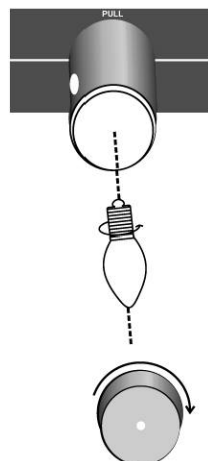

Fig. 2
- 2- Conecte el cable de alimentación (8) a una fuente de AC.
- 4- Encienda el interruptor principal (7), la luz verde se deberá encender, indicando que el voltaje de entrada está estable para trabajar.
- 5- Utilice las luces retráctiles (3) y ajuste la iluminación según lo necesite utilizando el control de iluminación (2), cuando esté en un escenario o lugar oscuro. Estas luces pueden ser ajustadas además de la intensidad, a un ángulo el cual le proporcione la mejor iluminación. Las lámparas que se utilizan son de 5W/120V (unidad de 120V) ó 7W/230V (unidad de 230V), si usted percibe que se está generando un calor excesivo, reduzca la intensidad o reemplace las lámparas por luz fría. Para reemplazar los bulbos, desenrosque la tapa frontal del tubo retráctil y saque el bulbo. (Fig. 2)